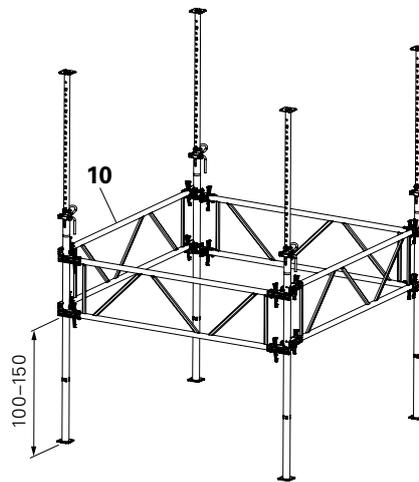

Fig. A1.06
2. Introduire l'étais prémonté entre la fermeture et les mâchoires de serrage. (Fig. A1.06)
3. Fermer les mâchoires de serrage et pousser le coin vers le bas. Chaque cadre comporte 4 fermetures avec chacun un coin (haut et bas, droite et gauche). (Fig. A1.06 + A1.06a)
5. Fixer tous les coins à l'aide d'un marteau (coup sec). (Fig. A1.06 + A1.06a)